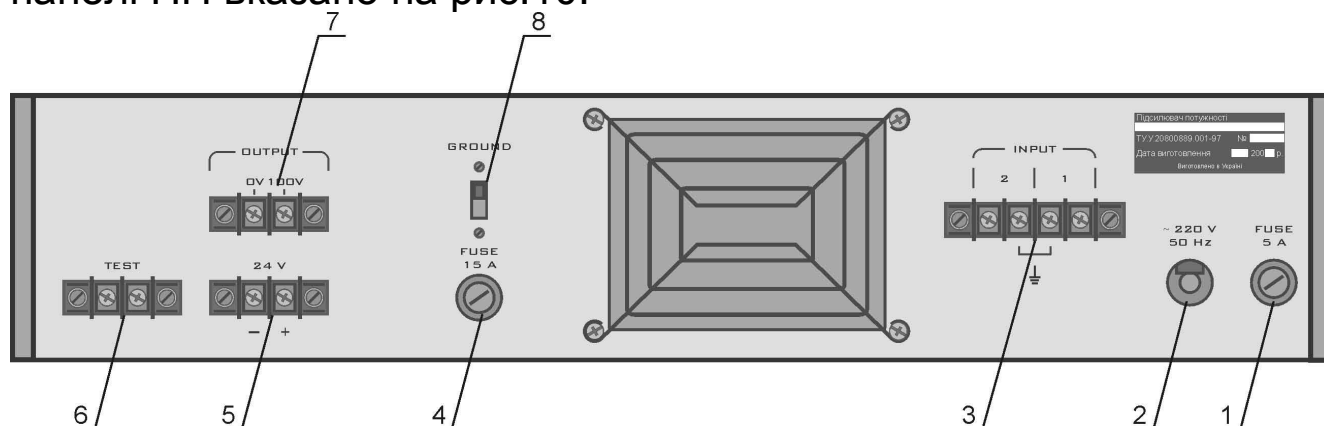

Рисунок 10
9.2.4. Розміщення клем та гнізд для підключення на задній панелі ПП вказано на рис.10.